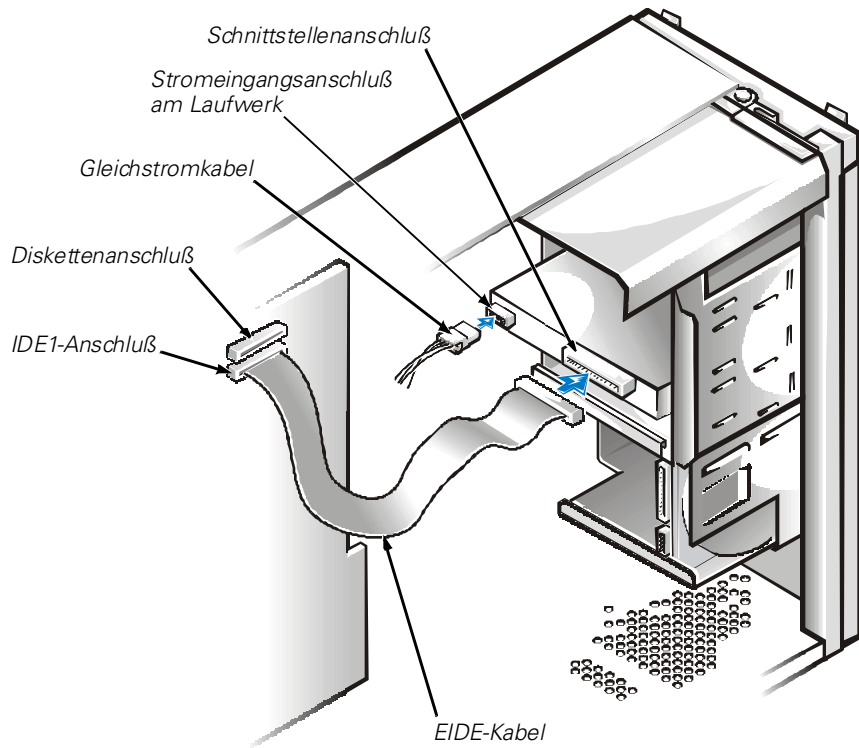

Abbildung 9-7. EIDE-CD-ROM-Laufwerkkabel anschließen
8. Verbinden Sie ein Gleichstromkabel mit dem Stromeingangsanschluß auf der Rückseite des Laufwerks (siehe Abbildung 9-7).
9. Das entsprechende Schnittstellenkabel mit dem Schnittstellenanschluß an der Rückseite des Laufwerks verbinden (siehe Abbildung 9-7). Wurde das System mit einem EIDE-CD-ROM-Laufwerk geliefert, verwenden Sie den freien Anschluß am vorhandenen Schnittstellenkabel. Verwenden Sie andernfalls das mit dem Laufwerk-Einbausatz gelieferte Schnittstellenkabel.